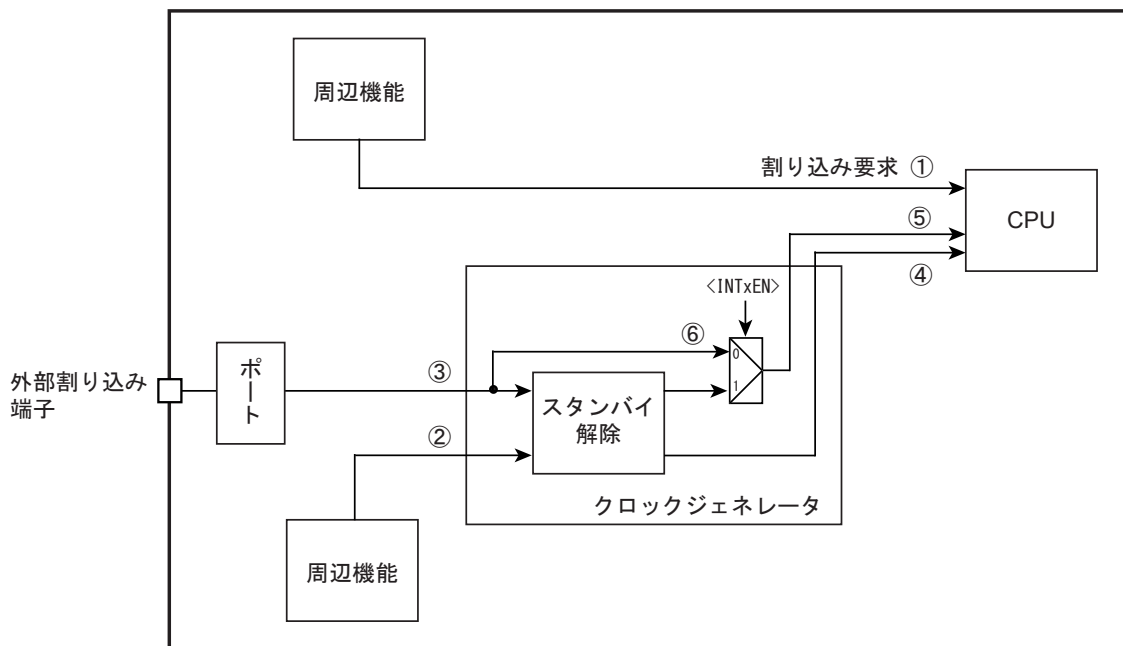

図 8-1 割り込み要因の経路
割り込み要求の経路を図 8-1 に示します。
外部割り込み端子から入力信号は、入力ディセーブル(PxIE<PxmIE> = "0")の場合"High"となります。また、外部割り込みをスタンバイ解除要因として使用しない場合(「図 8-1 割り込みの経路」の ⑥ の経路)、外部割り込み端子からの入力信号がそのまま CPU に伝わります。CPU は"High"入力を割り込みとして認識しますので、入力ディセーブルのまま CPU で該当する割り込みを有効にすると割り込みが発生します。